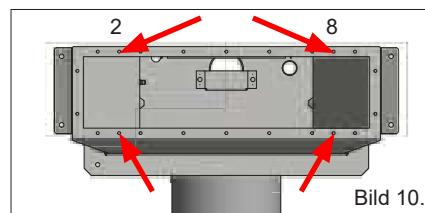

Bild 9.
1. Tragen Sie an der Fuge zwischen Betonwandflansch und Skimmergehäuse Dichtungsmasse auf (siehe Bild 9).